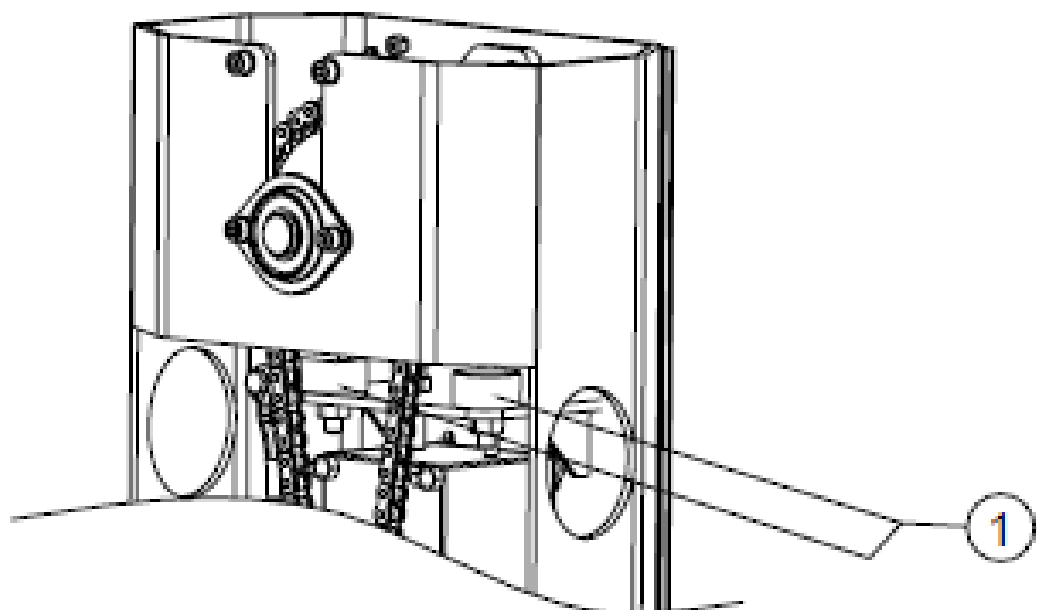

Fig. 11
- continuați cu programarea urmând instrucțiunile centralei de comandă și după ce ați efectuat programarea completă, reglați pozițiile de capăt de cursă ale tijeii acționând asupra respectivelor amortizoare de vibrații din cauciuc (1) (Fig. 11).